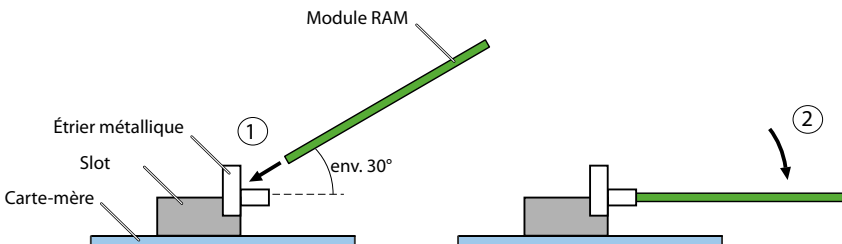

Fig. 84 Remplacer le module RAM
4. Placez le module RAM légèrement de biais dans le slot désiré (voir Fig. 84).